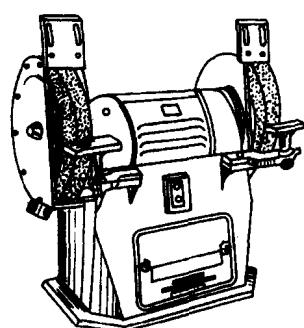

图 1-3 砂轮机
3. 砂轮机 砂轮机是用来刃磨各种刀具、工具的常用设备。它由电动机、砂轮机座、托架和防护罩等几部分组成，见图 1-3。